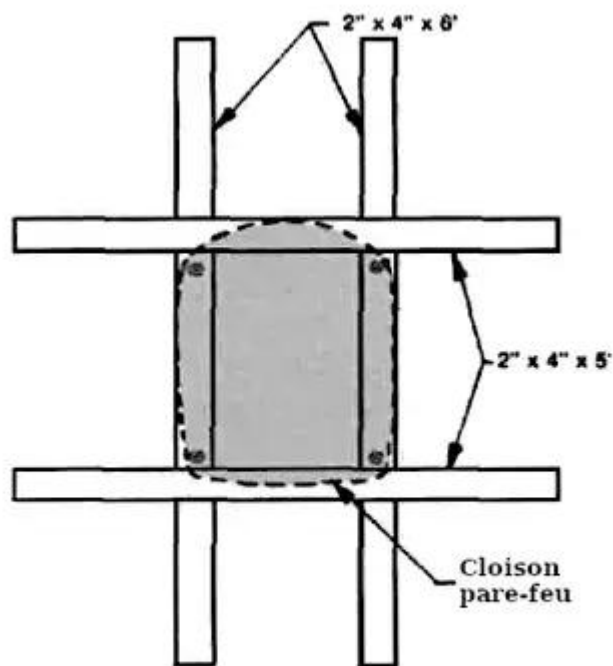

FIGURE 1
- Gabarit de retournement de fuselage (voir Figure 1)